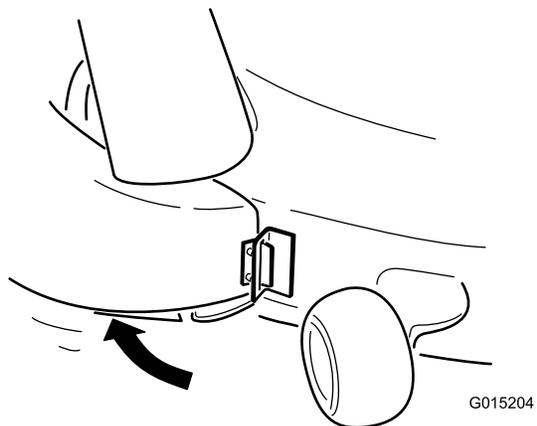

Figure 22
2. Pivotez l'éjecteur en arrière, pour le mettre de niveau avec le plateau de coupe (Figure 22).